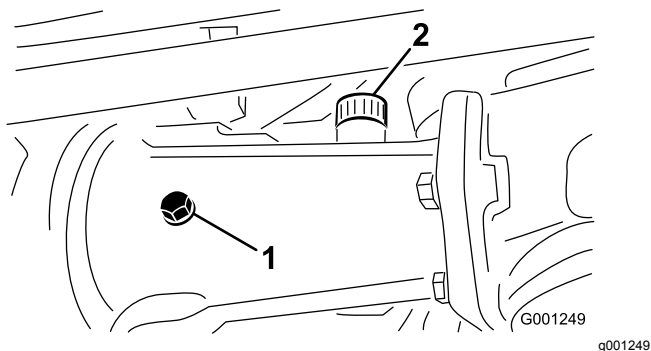
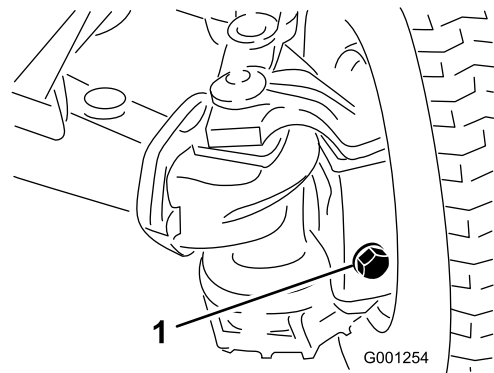

Figura 57
Figura 58
2. Remova o tampão de verificação da estrutura do eixo central e o eixo e os tampões de enchimento/verificação em cada caixa do eixo exterior (Figura 57 e Figura 58).
3. Verifique se há lubrificante até às roscas no fundo de cada orifício do tampão (Figura 57 e Figura 58).
- A. Se encher a estrutura do eixo central, retire o tampão de enchimento (Figura 57).
- B. Adicione o lubrificante do eixo traseiro especificado no depósito do eixo até que o lubrificante chegue ao fundo dos orifícios dos tampões de verificação (Figura 57 e Figura 58).
- C. Se retirado da estrutura do eixo central, aplique selante de rosca PTFE nas roscas do tampão de enchimento e instale-o na estrutura (Figura 57).
5. Aplique o selante de roscas PTFE nas roscas do tampão de enchimento da estrutura do eixo central e nos tampões de enchimento/verificação das caixas do eixo exterior (Figura 57).
6. Instale o tampão de verificação na estrutura do eixo central e tampões de enchimento/verificação nas duas caixas do eixo exterior (Figura 57 e Figura 58).
1. Tampão de escoamento (3)
8. Aplique o selante de roscas PTFE nas roscas do tampão de enchimento da estrutura do eixo central e nos tampões de enchimento/verificação das caixas do eixo exterior; consulte Figura 57 e Figura 58 em Verificação do lubrificante do eixo traseiro \(página 58\).
9. Instale o tampão de verificação na estrutura do eixo central e os tampões de enchimento/verificação nas duas caixas do eixo exterior; consulte Figura 57 e Figura 58 em Verificação do lubrificante do eixo traseiro \(página 58\).